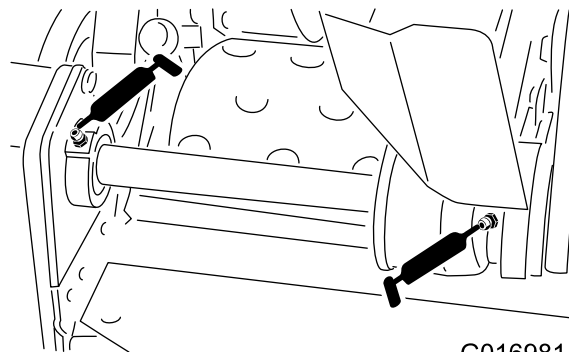

Figura 24
- 2 nos rolamentos do contraeixo do cilindro (Figura 24)